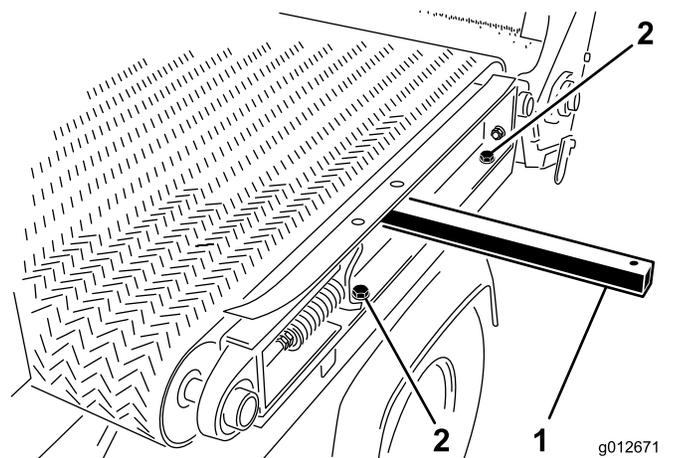

Рисунок 28
5. С левой стороны машины отверните 2 болта с 2 шайбами, которые крепят балку подвижной рамы к левому крылу (Рисунок 28).
1. Вставьте подъемный рычаг в отверстие в левой балке подвижной рамы и поднимите подъемный рычаг так, чтобы слегка отклонить раму; см. Рисунок 28 в разделе Снятие подвижной плиты \(страница 26\).